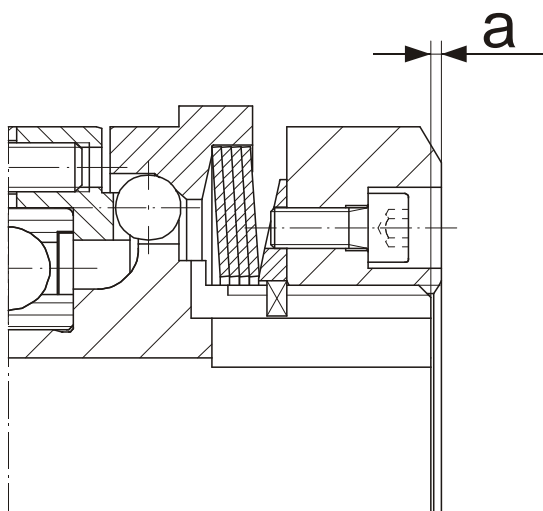
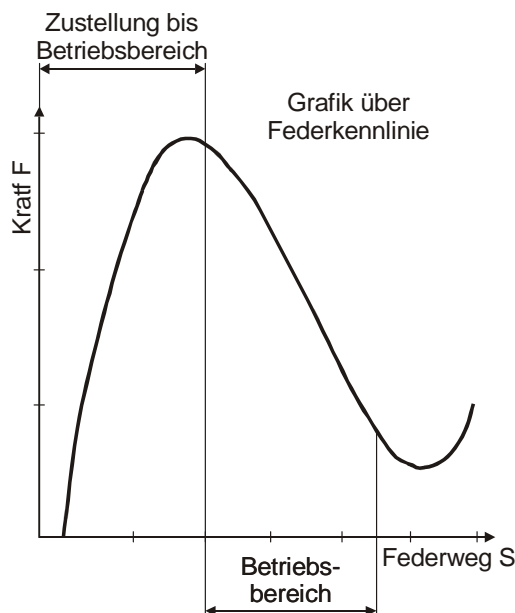

Bild 4
Bild 5
Die Einstellung erfolgt durch Verdrehen der Klemmmutter (9). Die Tellerfedern (8) werden im negativen Bereich der Kennlinie (siehe Bild 5) betrieben, d. h. ein Anziehen der Klemmmutter (9) bewirkt ein Absenken der Federkraft, bzw. ein Lösen der Klemmmutter (9) ein Ansteigen der Federkraft.
Eine Kontrolle „Federeinsatz im Betriebsbereich“ (Bild 5) kann über das Maß "a" (Abstand von Naben-Stirnseite (1) bis Klemmmutter-Stirnseite (9) siehe Bild 4) vorgenommen werden.
Ein Verstellen der Klemmmutter (9) bzw. Verspannen der Tellerfedern (8) außerhalb des Betriebsbereiches der Tellerfederkennlinie (siehe Bild 5) setzt die Kupplung außer Funktion.